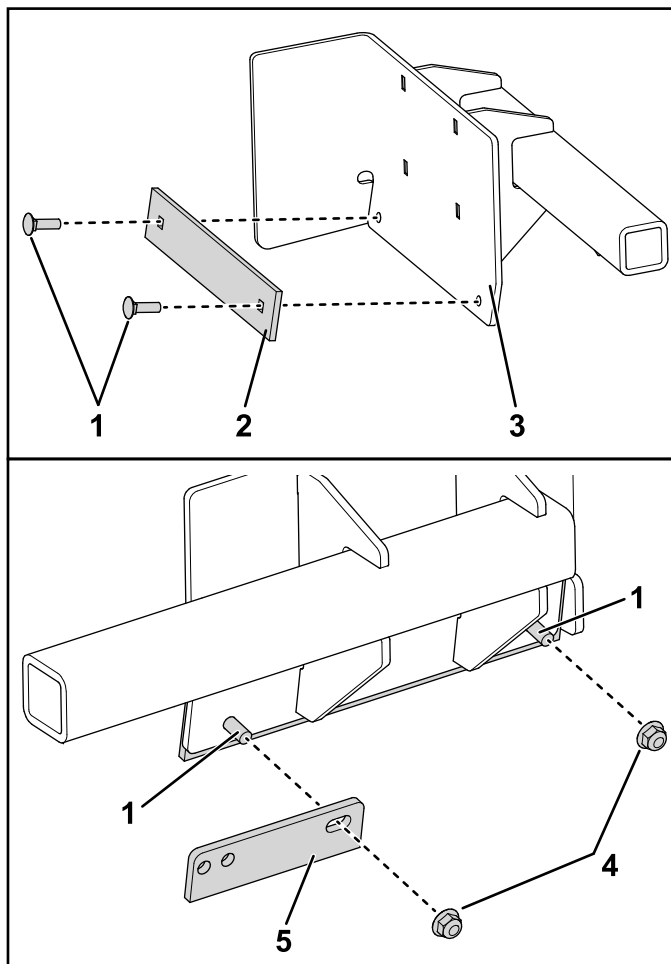

図 1
1. ブレードスクレーパとプレートバッカーを、右側ボックスブレード延長部に取り付けるボルト $\frac{3}{8}$ x $1\frac{1}{4}$ "2本とロックナット $\frac{3}{8}$ "2個を使用して図 1 のように取り付ける。左側ボックスブレード延長部にも同じ作業を行う。